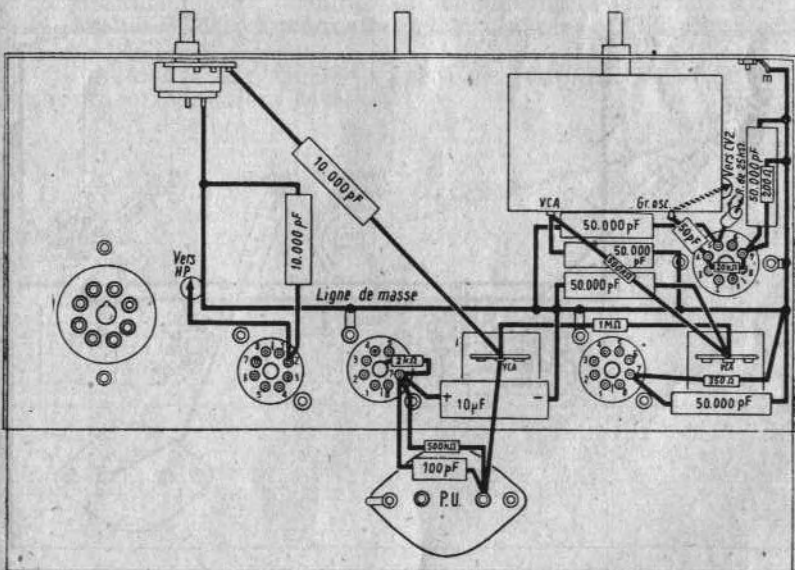

FIG. 30. — Second stade de câblage
**Second stade de câblage (fig. 30).** — En 5 de l'UCH42, un condensateur de 50.000 qui va à la masse, et une résistance de 25 K disposée verticalement pour être reliée ensuite à la ligne haute tension.